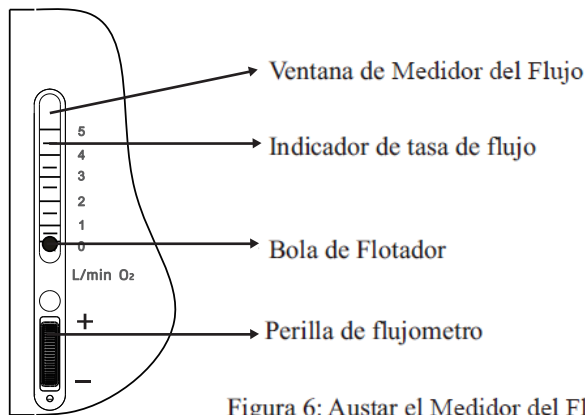

Figura 6: Ajustar el Medidor del Flujo
1. Medidor del Flujo (Figura 6)